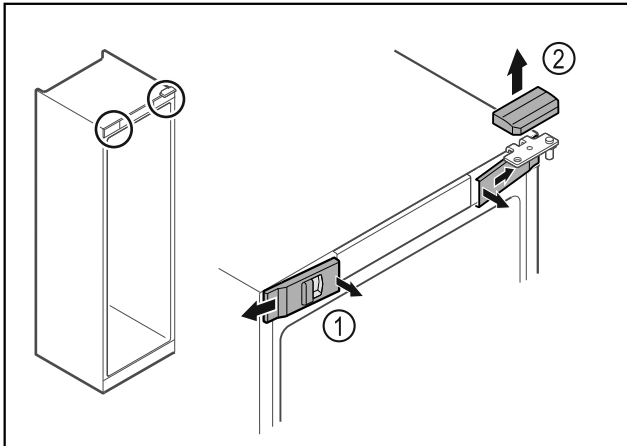

Fig. 16
- ▶ Vidinėje pusėje atfiksukite priekines dengiamąsias plokšteles Fig. 16 (1) ir nuimkite jas į šoną.
- ▶ Nuimkite viršutinę dengiamąją plokštelę Fig. 16 (2) į viršų.